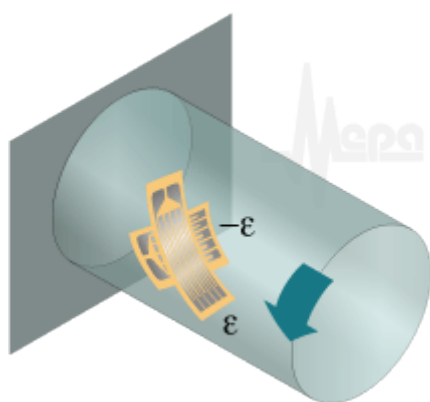

Рис. 146 - Схема наклейки ТР для измерения деформаций кручения.
- деформация кручения. Схема наклейки на Рис. 146.